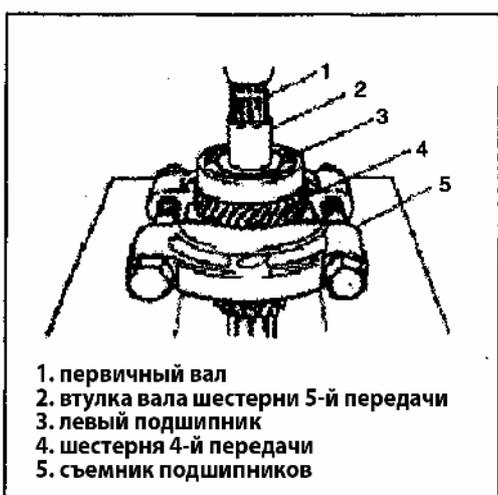

Рис. 366
- 2) Снимите втулку вала 5-й передачи, левый подшипник и шестерню 4-й передачи при помощи съемника (Рис.366).